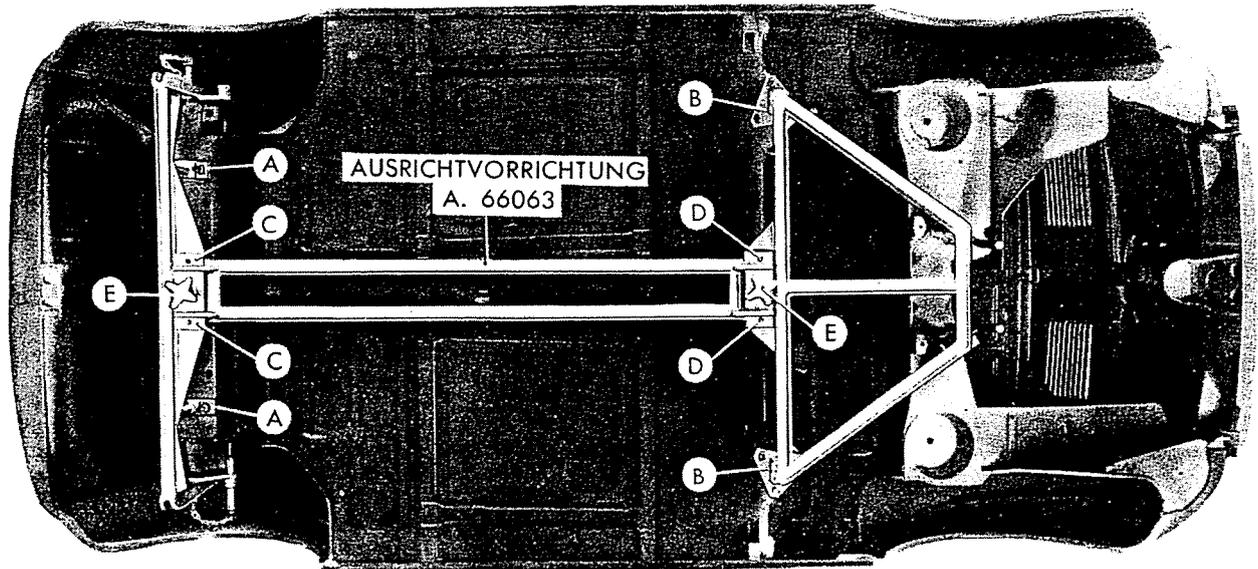

Abb. 431 - Gerät A. 66063 zum Ausrichten des Wagenbodens und zur Kontrolle der richtigen Lage der Befestigungsstellen für Vorder- und Hinterachse.
gerät A. 66063 für den Wagenboden (Abb. 431) geprüft werden.
lenker ohne Kraftaufwand greifen. Hierauf den mittleren Teil des Geräts A. 66063 einsetzen; hierzu weist er an seinen Enden je zwei Löcher auf zur Einführung der Zentrierstifte (C) und (D) am Vorderteil bzw. am hinteren Teil; die Knebelgriffe E (Abb. 431) halten die drei Teile des Geräts zusammen.